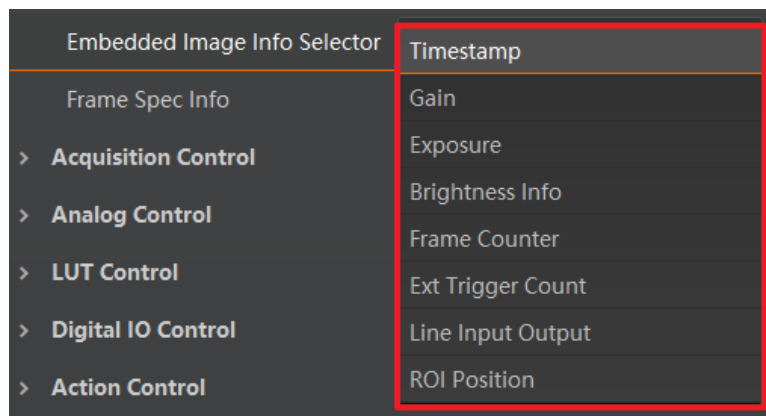

图8-2 选择水印信息
1. 展开 *Image Format Control* 属性，在 *Embedded Image Info Selector* 下拉框处，选择需要嵌入的信息，如图 8-2 所示。